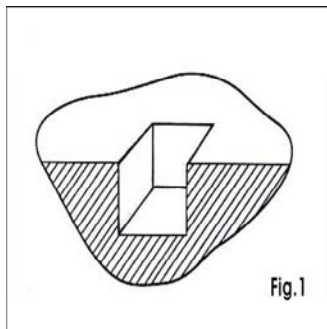

Fig.1
2. Escoja un lugar adecuado y cave un agujero rectangular de aproximadamente 13.78 pulgadas de largo, 11.02 pulgadas de ancho, y 15.75 pulgadas de profundidad. Y asegúrese de que la parte inferior es tan grande como la superior. Extraiga cualquier roca u objetos cortantes que pudiera perforar la cubeta con revestimiento de PVC (Fig. 1).